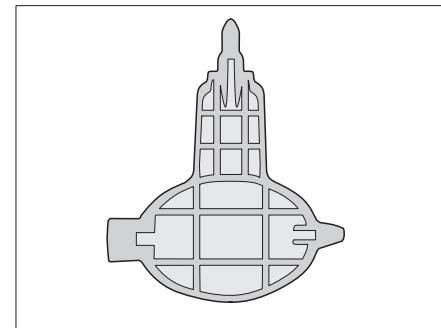

Fig. 374 Llave para el sifón (solo Alpa)
- ▷ El modelo Alpa incluye una llave (Fig. 374) para soltar el sifón.